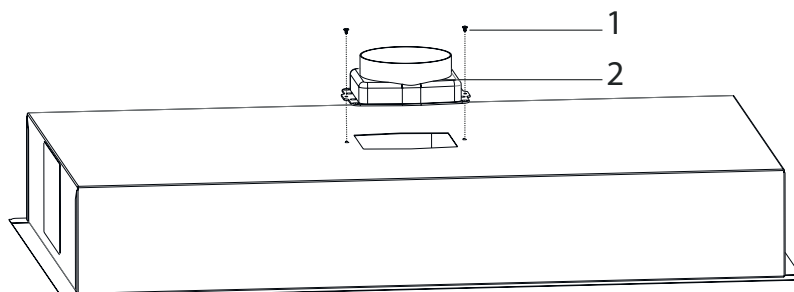

Fig. 11
6. ➤ Påsæt aftræksstudsens oven på emhætten og skru den fast med 2 X 3,5X9,5 skruer(Fig. 11).